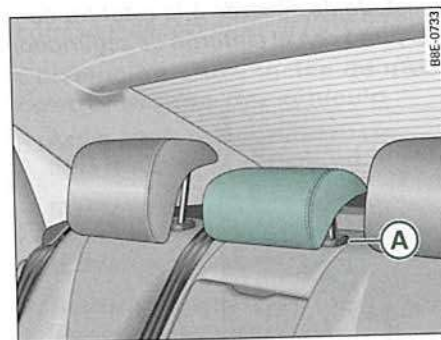

Fig. 94 Plaza central del asiento trasero: Apoyacabezas
- Apriete la tecla (A) ⇒ *página 100*, fig. 94 y, al mismo tiempo, extraiga el apoyacabezas.